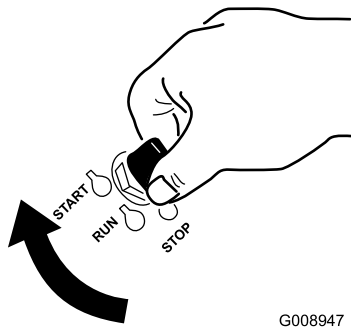

**Figura 19**
4. Mueva el mando de control de las cuchillas a la posición de Desconectado (Figura 19).